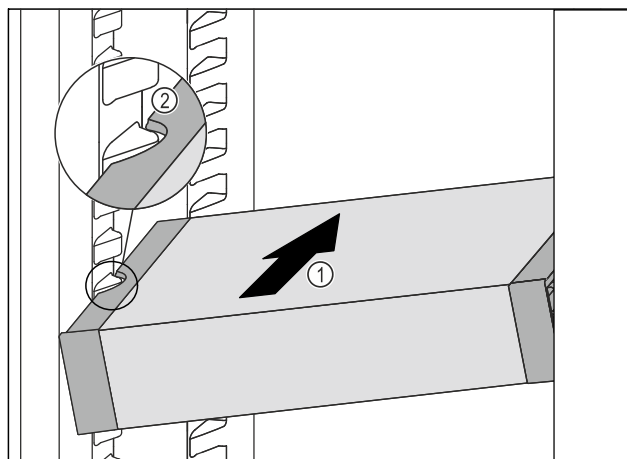

Fig. 118
- VarioSafe wsunąć ukośnie do chłodziarki Fig. 118 (1), aż boczne wycięcia Fig. 118 (2) VarioSafe będą się znajdować na wysokości żeber pojemnika w chłodziarce.